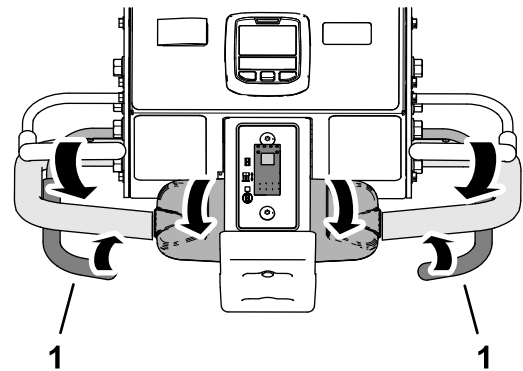

図 90
3. 前タイヤが作業場所に入るタイミングで、左または右のエアレーションペイルを握り込む図 90。